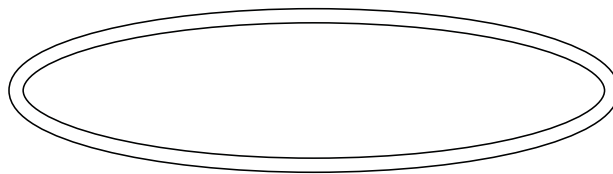
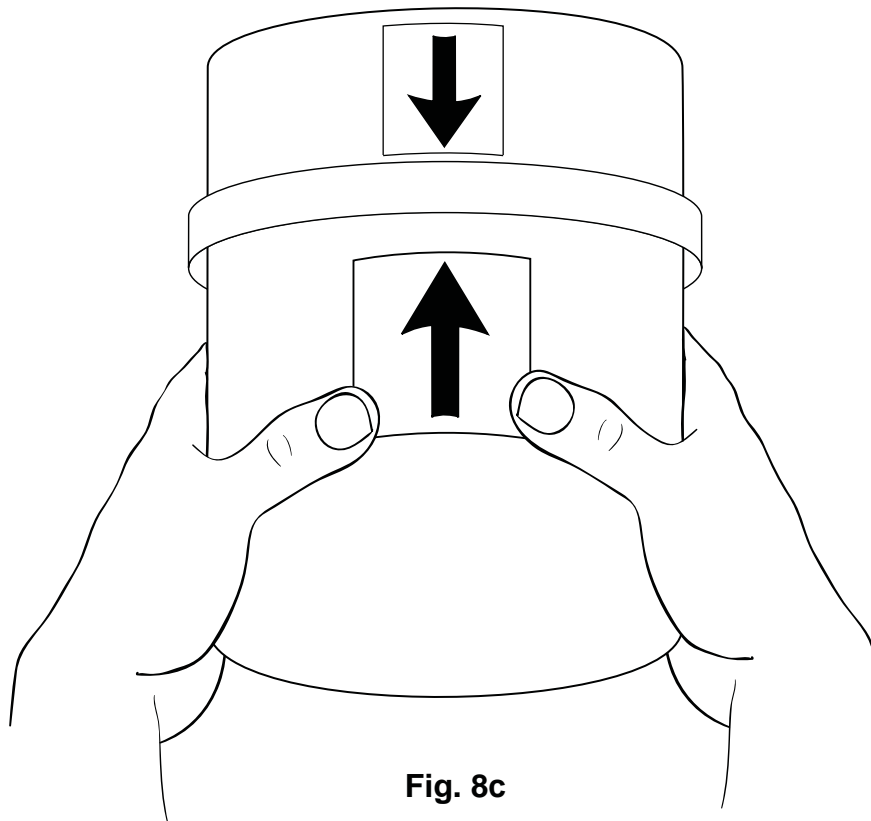

Fig. 8b
Fig. 8c
8.8 Une fois terminé, remettez le joint rond autour du collet du réservoir. Voir Fig.8b. Alignez les deux flèches situées sur le devant du réservoir et sur la partie fixe pendant que vous levez le réservoir. Voir Fig 8c. Appliquez une pression égale tout le tour pour engager correctement le réservoir dans la partie supérieure. Ensuite, refermez le verrou tenant le réservoir. Vérifiez que le joint et le réservoir sont bien alignés.